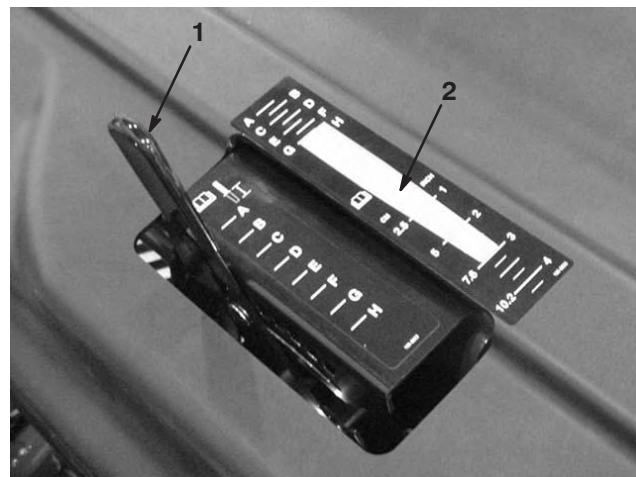

Figure 28
- Placez le louchet sur l'autocollant de profondeur d'aération (Fig. 28), une extrémité en face de la profondeur voulue (voir le modèle de louchet sur l'autocollant).